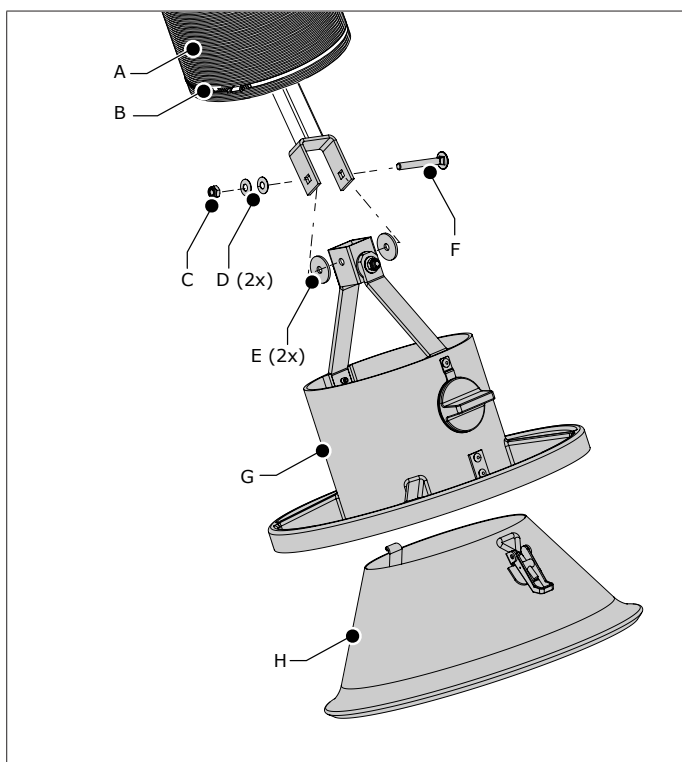

Рис. 4.3 Установка воронки (шланговое вытяжное устройство)
*Шланговое выт. устройство (EcopotArt): см. Рис. 4.3*